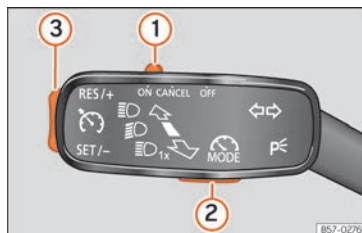
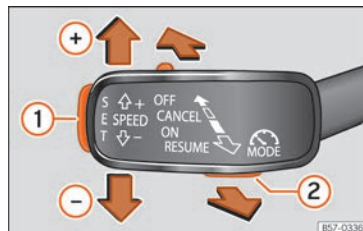

Fig. 225 Sulla leva degli indicatori di direzione: tasti per l'uso del regolatore di velocità.
Fig. 226 A sinistra del piantone dello sterzo: tasti per l'uso del regolatore di velocità.
Per passare dai sistemi di assistenza alla guida, premere il tasto » » » **fig. 225 (2)** o » » » **fig. 226 (2).**
- Spostare la manopola »» fig. 225 (1) in posizione **ON** e premere il tasto (2).
- Durante la guida, premere il tasto »» fig. 225 (3) nella zona **SET/-**.
» fig. 225 ③:
- Spostare il comando » fig. 225 ① in posizione **OFF**.
Se si desidera disattivare temporaneamente il limitatore di velocità, ad esempio, per andare avanti, spostare il comando » fig. 225 ① in posizione **CANCEL** o premere il tasto ②.
Dopo il sorpasso, il limitatore di velocità può essere attivato alla velocità precedentemente impostata premendo il tasto » fig. 225 ③ nella zona **RES/+**.
- Spostare la leva verso il volante in posizione **ON** e premere il tasto » fig. 226 ②.
- Durante la guida, premere il tasto **SET** » fig. 226 ①.
- Premere il tasto **SET** » fig. 226 ① per ridurre la velocità a piccoli passi di 1 km/h (1 mph).
Se si desidera disattivare temporaneamente il limitatore di velocità, ad esempio, per sorpassare, spostare la leva sul punto di pressione **CANCEL** o premere il pulsante » fig. 226 ②. »